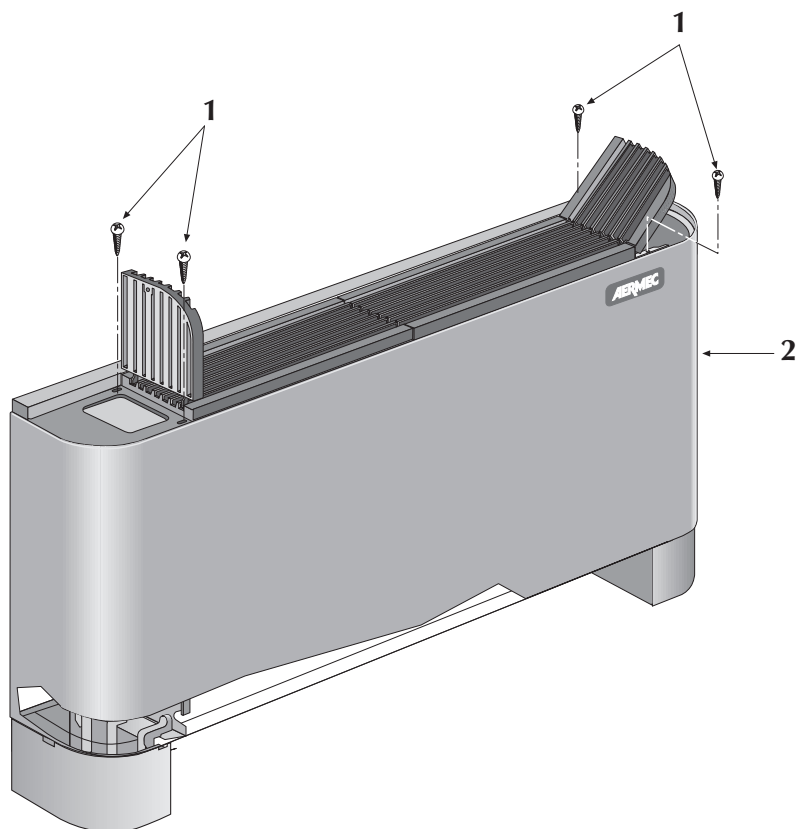

Fig. 1
per versione FCX - A estrarre il filtro dell'aria, togliere le quattro viti (1 fig. 1) che fissano il mantello al frutto e sfilare il mantello di copertura (2), avendo cura prima di staccare la sonda temperatura ambiente se presente.
FCX - A version: extract the air filter by removing the four screws (1 fig. 1) securing the cover to the contact block, then slide out the cover (2) (after having disconnected the ambient temperature sensor, if present);
- pour version FCX - A**, extraire le filtre de l'air, retirer les quatre vis (1 fig. 1) fixant la carrosserie au châssis et ôter la carrosserie (2), en ayant soin de détacher d'abord la sonde de température ambiante (si elle est présente);
- bei Version FCX - A** den Luftfilter entnehmen, die vier Schrauben lösen (1 Abb. 1), die die Abdeckplatte an der Anschlußhalterung befestigen und die Abdeckplatte (2) herausnehmen. Falls erforderlich, zuvor den Raumtemperaturfühler (falls vorgesehen) trennen.